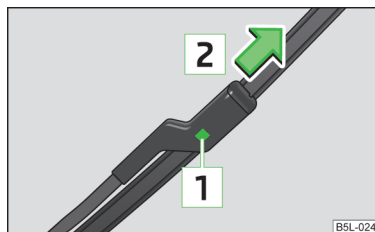

Abb. 34
- › Die Sicherung **[1]** » Abb. 34 drücken, um das Wischerblatt zu entriegeln, und in Pfeilrichtung **[2]** abziehen.